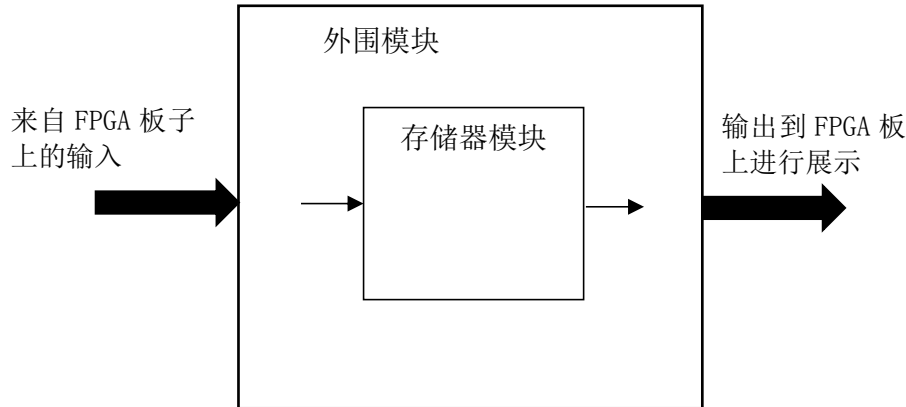

图 6.1 存储器设计实验的顶层模块大致框图
7. 将以上设计作为一个单独的模块，设计一个外围模块去调用该模块，见图 6.1。外围模块中需调用封装好的 LCD 触摸屏模块，显示 RAM 的正常端口的地址、待写入的数据和读出的数据，显示调试端口的地址和读出的数据。并且需要利用触摸功能输入正常端口的地址和写数据，以及调试端口的地址。
- 4) 如果对 FPGA 板了解的话，可确定设计中与 FPGA 板上交互的接口，画出包含外围模块的整体设计框图，即补充完善图 6.1。